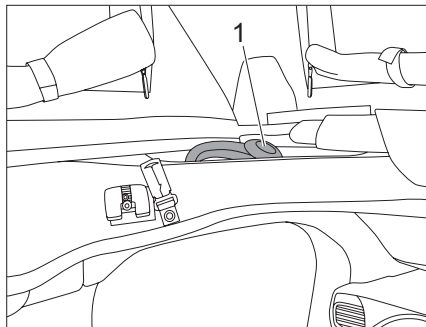

Fig. 40 Guarde la lámpara de cuello de cisne (equipamiento especial)
- ▶ Doblar la lámpara de cuello de cisne (equipamiento especial) (Fig. 40,1) para que encaje en el hueco que hay sobre el asiento del conductor. La lámpara de cuello de cisne no debe sobresalir del hueco ni reposar sobre la superficie de PRFV.